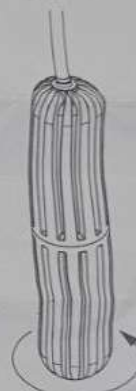

Fig. 4
- Completare il montaggio avvitando il pomello 2 all'estremità del nottolino senza portare in tensione il cavo (Fig. 4).
Roscar el pomo 2 sin tensar el cable (Fig. 4).
Enfin, visser le poignée 2 à l'extrémité du tirant sans tensionner le cable (Fig. 4).
Finally, tighten the knob 2 to the tie-rod end, making sure that cable is not tensioned (Fig. 4).
Mettere in tensione il cavo tenendo fermo il pomello 1 e ruotando il pomello 2 nella direzione della freccia (Fig. 4) fino a quando non si è in grado di eseguire agevolmente la manovra manuale della serranda.
Tensar el cable sujetando el pomo 1 y girando el pomo 2 en el sentido contrario a las agujas del reloj (Fig. 4) hasta que el freno quede desbloqueado y la puerta pueda moverse manualmente con facilidad.
Maintenir le poignée 1 et tensionner le cable en tournant le poignée 2 dans la direction de la flèche (Fig. 4) jusqu'à la manœuvre de secours est aisée.
Keep steady knob 1 and tension the cable by rotating knob 2 towards arrow direction (Fig. 4) until the hand override is made easy.